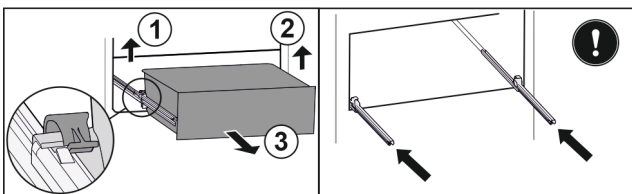

Fig. 146
- Linke Klemme anheben und gleichzeitig Schubfach links nach vorne ziehen. Fig. 146 (1)
- Rechte Klemme anheben und gleichzeitig Schubfach rechts nach vorne ziehen. Fig. 146 (2)
- Schubfach nach vorne entnehmen. Fig. 146 (3)